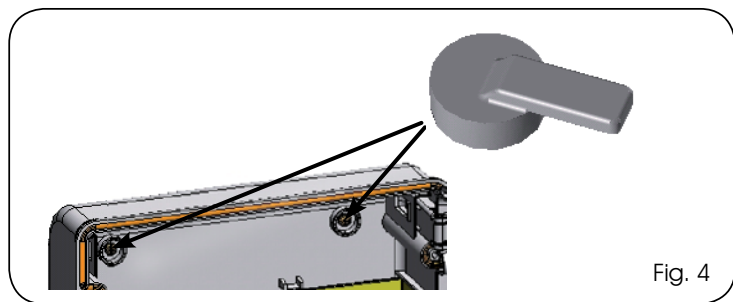

Fig. 4
Après avoir fixé le coffret dans la position choisie, couvrir les trous de fixation (réf. ① Fig. 2) et les vis utilisées avec les caches fournis d'après la Fig. 4.